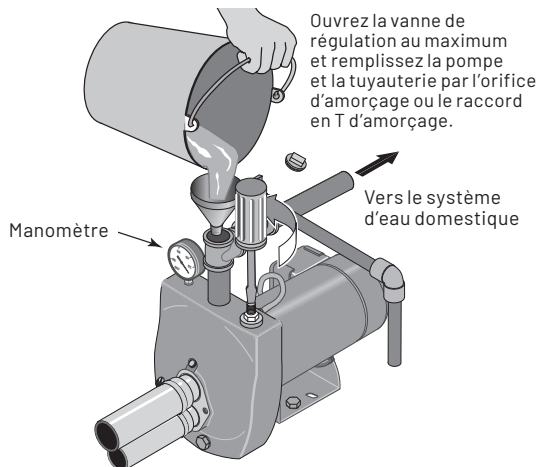

Figure 12 : Remplir la pompe
1. Ouvrez la vanne de régulation à son maximum (voir la figure 12). Ensuite, retirez le bouchon d'amorçage de la pompe et remplissez la pompe, remplissez toute la tuyauterie entre la pompe et le puits et assurez-vous que la tuyauterie dans le puits est pleine. Si un raccord d'amorçage a également été installé sur le tuyau d'aspiration, retirez le bouchon du raccord et remplissez le tuyau d'aspiration.